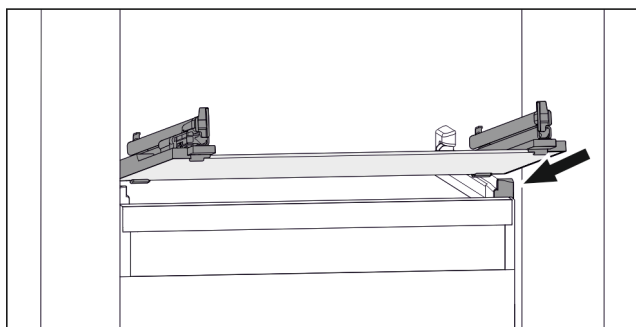

Fig. 75 Príklad zobrazenia sklenenej dosky
- ▶ Nasadíte sklenenú dosku šikmo za zarážkami. (pozri Fig. 75)